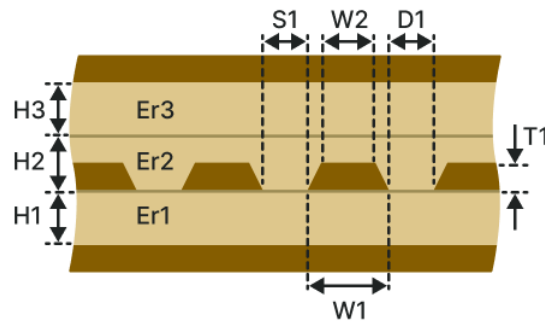

Рис. 189 Копланарная дифференциальная полосковая ЛП (КДП-1Н2В)
- Копланарная дифференциальная полосковая ЛП (КДП-1Н2В), см. Рис. 189.